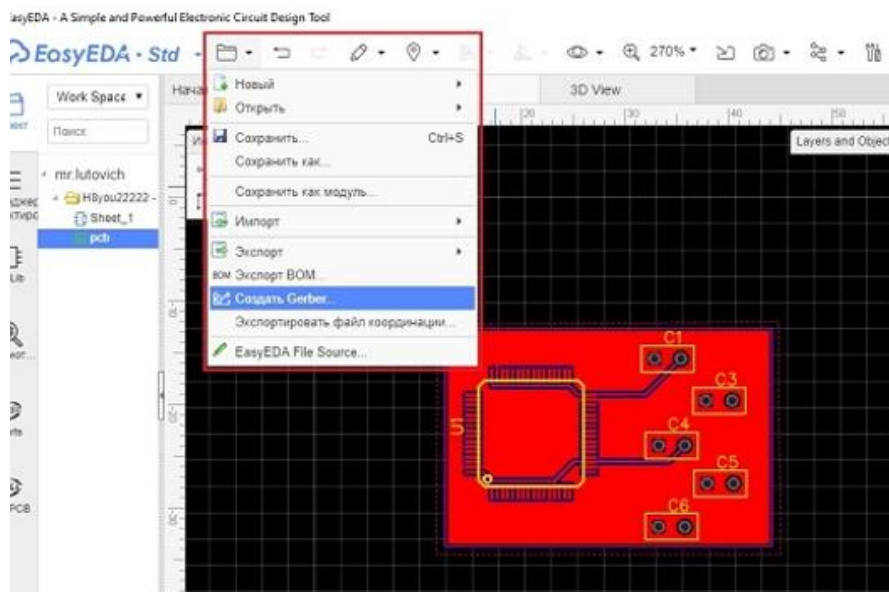

Рис.5.23 Создание Гербер файла
7. Создание Гербер-файла для изготовления печатной платы. С помощью инструментов EasyEDA можно создать Гербер-файлы, которые содержат в себе описание проекта печатной платы, необходимое для создания фотошаблона на спецоборудовании. Для генерации Гербер-файла в верхнем меню редактора печатных плат, во вкладке Документ надо нажать «Создать Gerber» (Рис.5.23).